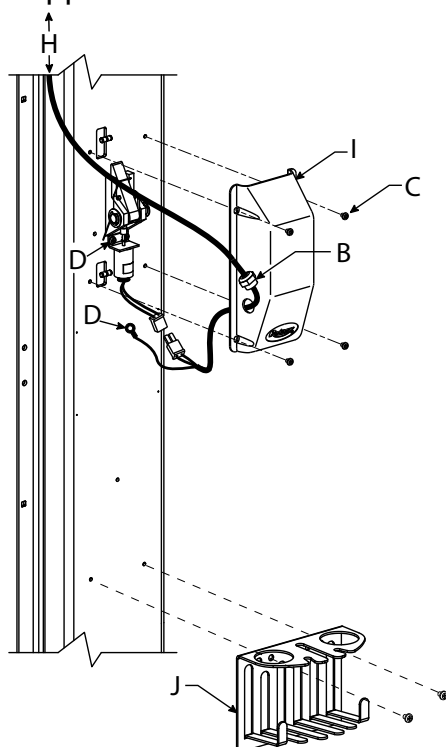
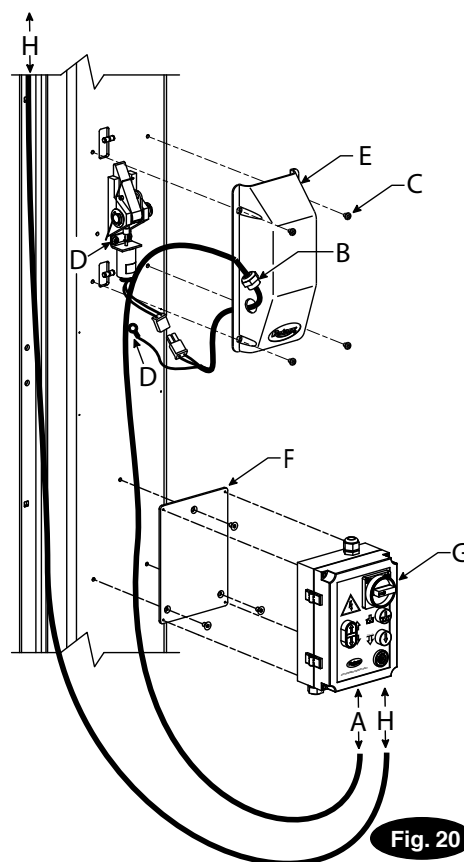

Fig. 19
Fig. 20
A) Retirer le couvercle de la poulie, Fig. 19.
Installer les couvercles du loquet, le porte-outil et la boîte de commande, Fig. 19 et 20.
Fig. 19 et Fig. 20 Détail